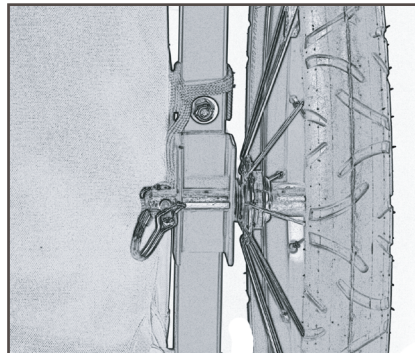

図11
5. (ホイールブラケット近くのバイクフレームにつながれている) クイックリリースピンをスタブ車軸の穴を通過するようスライドさせ、ピンのシャフトの上の末端を輪状にします (図11)。もう一方のホイールについて以上の手順を繰り返します。